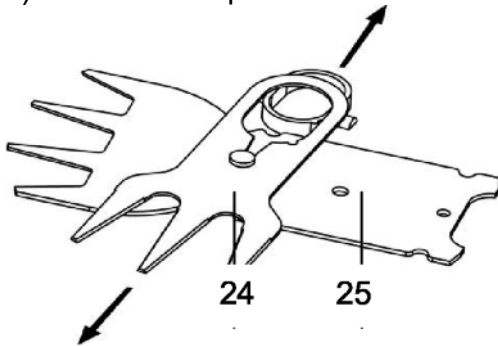

Fig.11
**Ri-affilare la lama delle cesoie tagliaerba (Fig.11):**
- 2) Separare la lama superiore da quella inferiore (Fig.11).